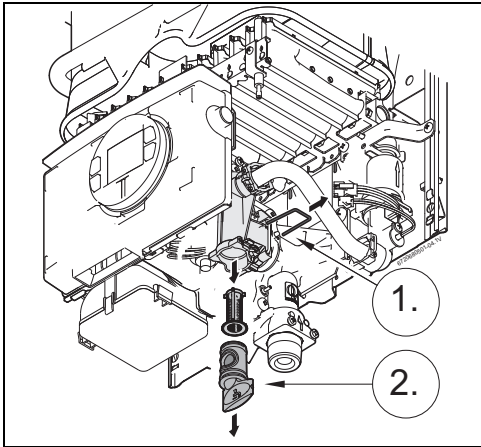

Fig. 18 Purga
- ▶ Retirar o freio de fixação (Fig. 18, [1]) localizado no tubo de entrada de água.
- ▶ Retirar o selector de caudal de água (Fig. 18, [2]) e o filtro de água.